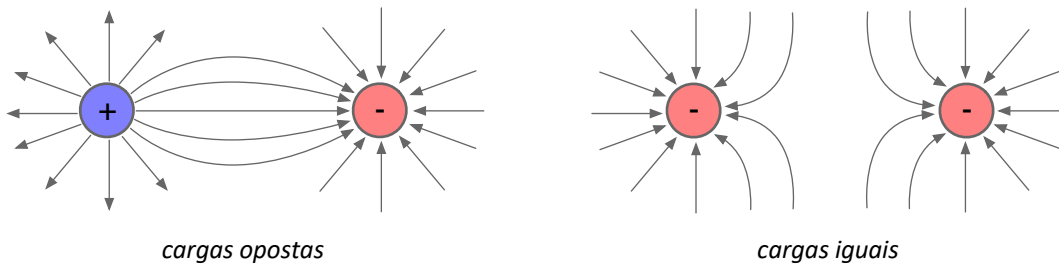

Figura 3 – Linhas de campo para cargas opostas e para cargas iguais.
A Figura 3 mostra as linhas de campo elétrico para cargas opostas e cargas iguais em regiões próximas do espaço. Note que entre cargas opostas, as linhas de campo apontam da carga positiva para a carga negativa, gerando uma força (F) de atração entre as cargas. Por sua vez, entre cargas iguais se terá uma força de repulsão, visto que as linhas de campo elétrico divergem na região do espaço entre as cargas.